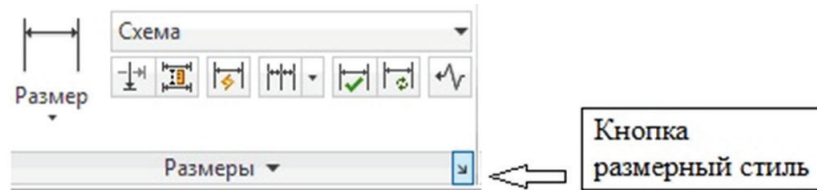

Рис. 2.5.21. Кнопка **Размерный стиль**
2. Создадим **Новый размерный стиль Схема**. **Лента** → **Главная** → **Аннотации** → **Размерный стиль**  или **Лента** → **Аннотации** → **Размеры** → **Размерный стиль** (рис. 2.5.21).